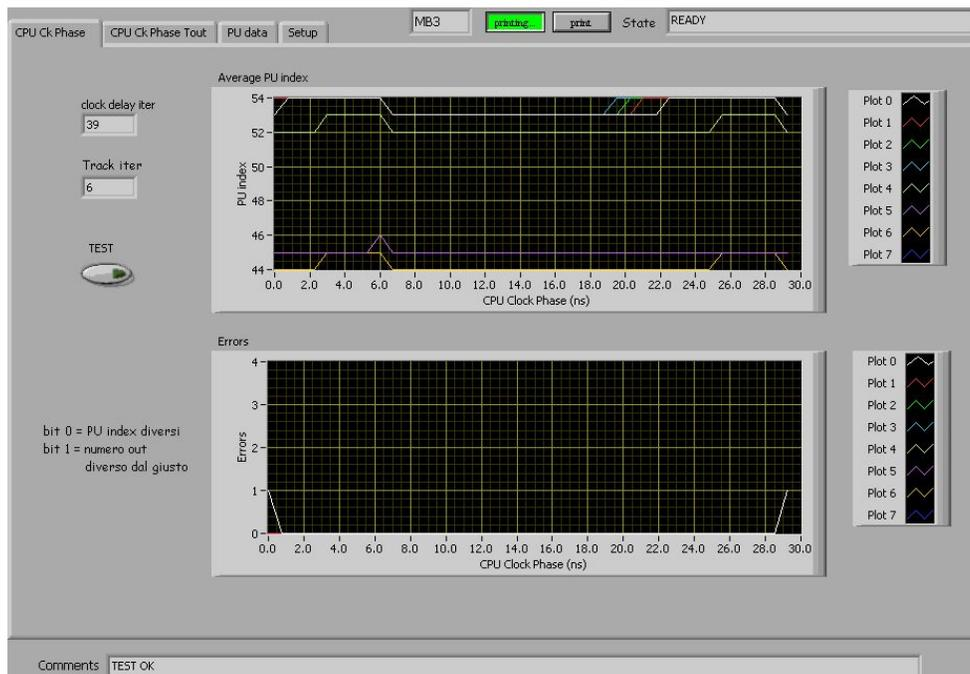

Figura 32: Esempio di corretto output per il Test CPU CK Phase (MB3)
- Al termine verifica l’output sui plot. Vedi Figura 31 e Figura 32 per informazioni piu’ precise.